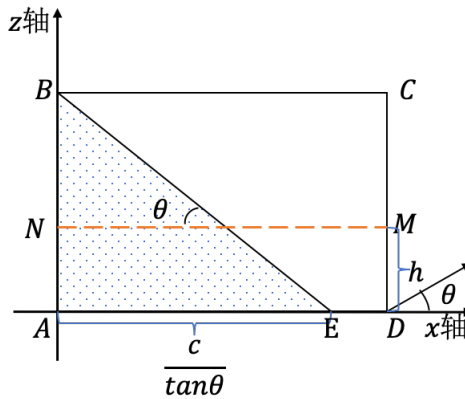

图 7: 油面形状为三角形示意图
(2) 油面呈现为“三角形”: $h_k(t) \leq \frac{c_k}{2}$ 并且 $\theta_1 \leq |\theta|$ 并且 $|\theta| \leq \theta_2$, 如图 7 所示。